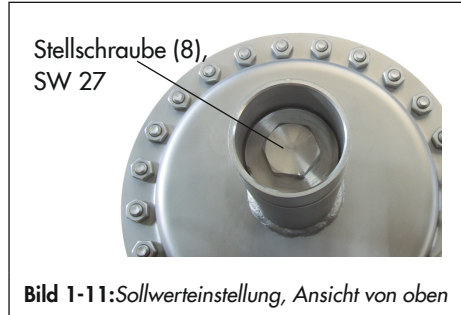

Bild 1-11: SollwertEinstellung, Ansicht von oben
Einstellen des gewünschten Sollwerts (vgl. Bild 1-11) durch Spannen der Sollwertfedern (7) über die Stellschraube (8) mit einem passenden Steckschlüssel (SW 27).
1. Abdeckkappe (12) entfernen.
2. Mit Steckschlüssel SW 27 die Stellschraube (8) drehen.